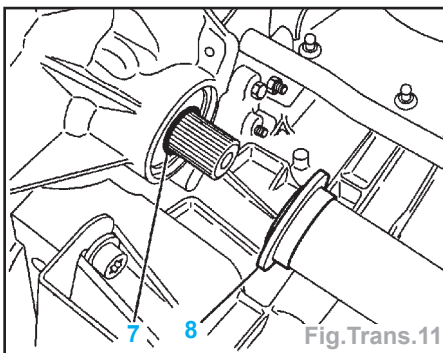

Fig.Trans.11
- Lors de la repose de la transmission droite, contrôler (Fig.Trans.11) :
- la présence et l'état du joint torique (7),
- la présence du cache-poussière (8).